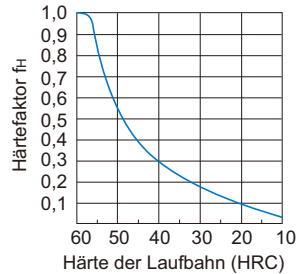

Abb. 1 Härtefaktor (f_H)
- f_H : Härtefaktor (siehe Abb. 1 **B11-6**)